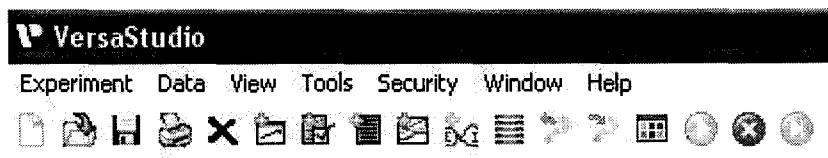

Рисунок 1 – Главное меню VersaStudio
7.3.2.3 В окне **Virtual Potentiostat** (рисунок 1) выбрать **Galvanostat, Applied DC, Cell External, Cell On**.
В главном меню программы (рисунок 1) выбрать **Experiment, New**.